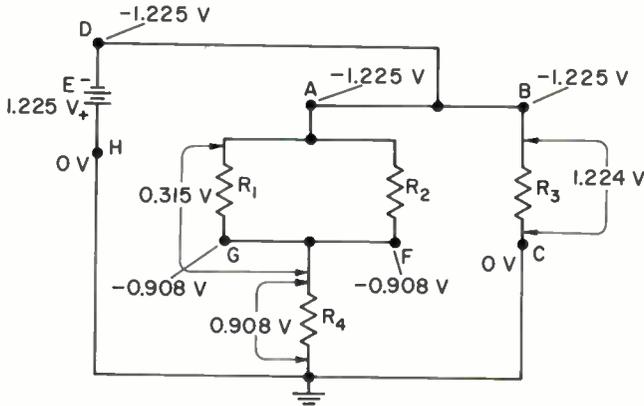
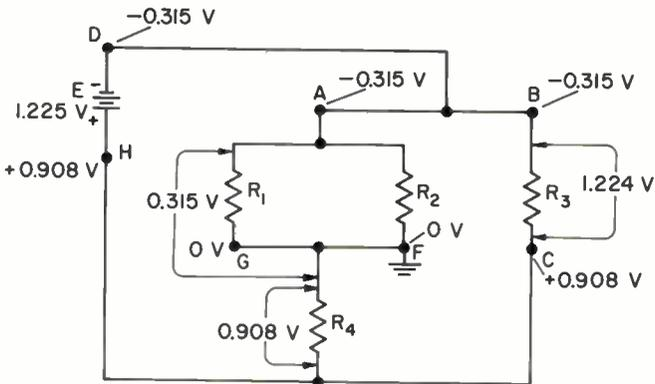

Fig. 29
Fig. 30
1. See Fig. 29 2. See Fig. 30.